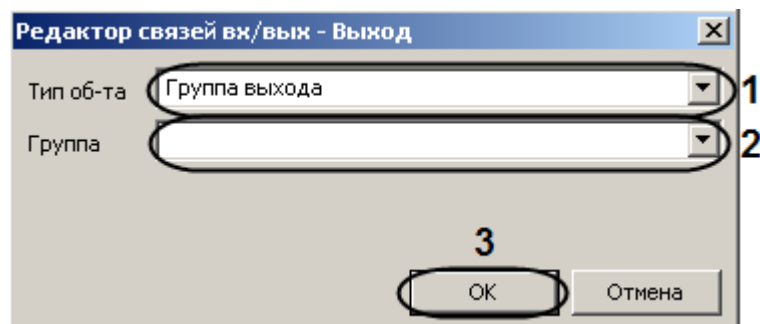

Рис. 3.6—18 Задание левой части правила
- 2.1 Выбрать тип, к которому принадлежит объект левой части правила, из раскрывающегося списка **Тип об-та** (см. Рис. 3.6—18, 1).
- 2.2 Выбрать объект левой части правила из раскрывающегося списка **Группа** (см. Рис. 3.6—18, 2).